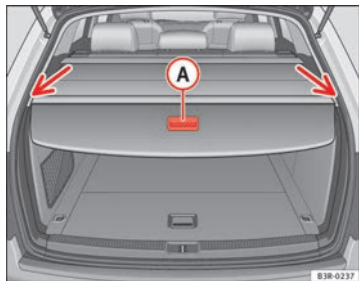

Abb. 120 Geöffnete Heckklappe mit geschlossener Gepäckraumabdeckung
- Ziehen Sie mit dem Griff (A) ⇒ Abb. 120 die aufgerollte Abdeckung gleichmäßig zum Fahrzeugheck.